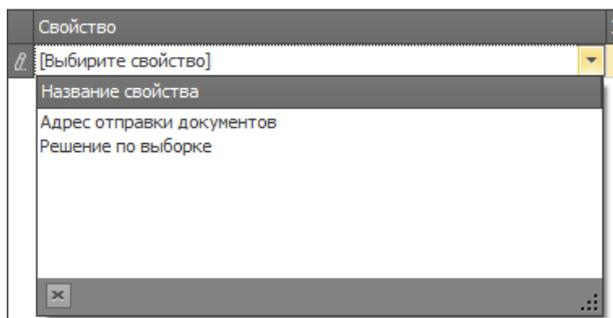

Рисунок 55
- В графе свойство выберите существующее в справочнике значение (рис.55)